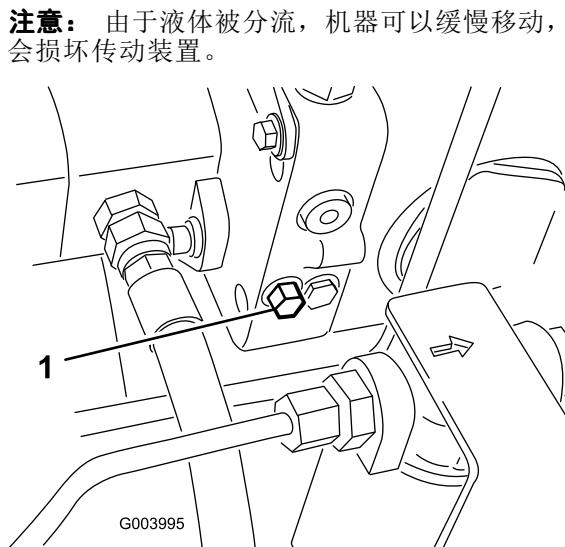

图39
1. 旁通阀位于静液压泵的左侧(图39)。将螺栓旋转 1-1/2 圈, 打开旁通阀并允许油在内部分流。